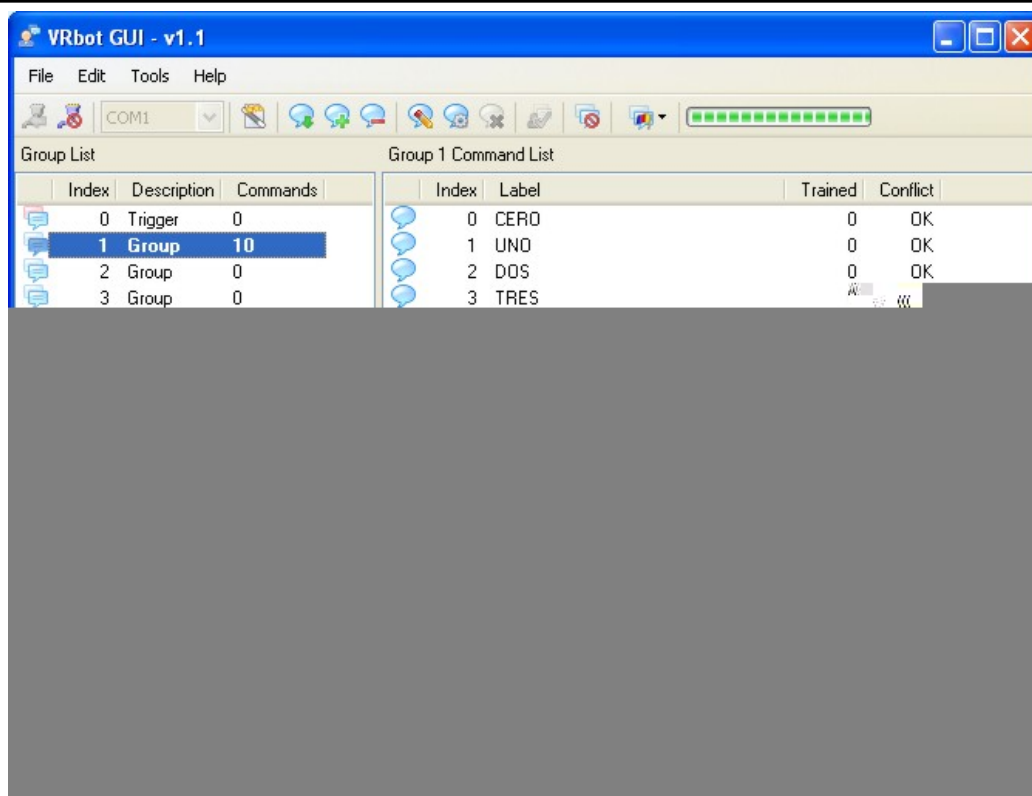

Figura 8. Edición de comandos en el grupo 1
2. Mediante el botón "Add Command" y/o "Insert Command" vamos añadiendo todas las etiquetas o comandos deseados. Proponemos que sean los mostrados en la figura 8.